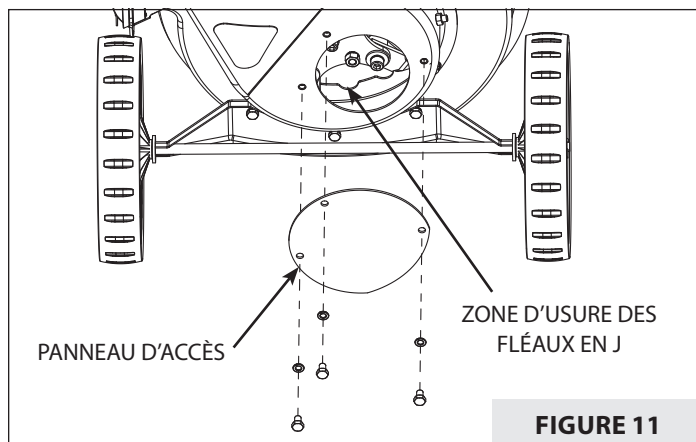

FIGURE 11
2. Retirer le petit panneau d'accès circulaire (B) de l'arrière du carter de broyeuse. **VOIR FIGURE 11.**
3. Contrôler les arêtes tranchantes des fléaux triangulaires (A) et des fléaux en J (A). **VOIR FIGURES 11 ET 12.**